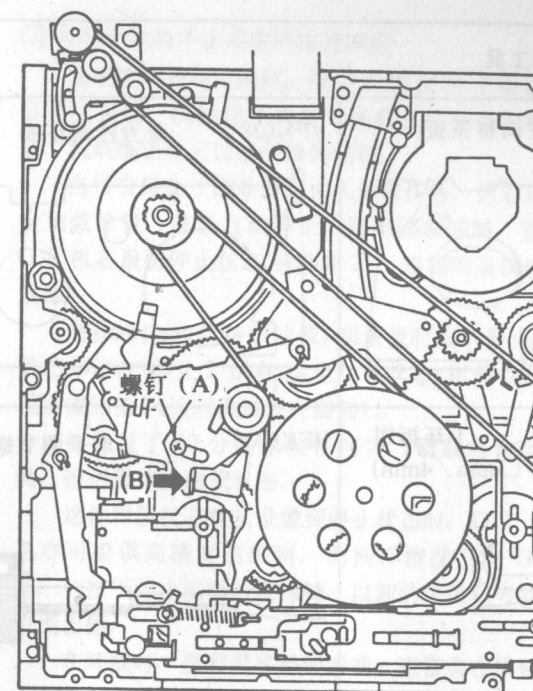

图 41
步骤：①如图41所示，轻轻地用螺丝刀松开螺钉(A)；
②将扇形张力测量仪安装在箭头(B)所指的位置；
③当扇形张力测量仪读数为40±5g时，拧紧螺钉(A)。